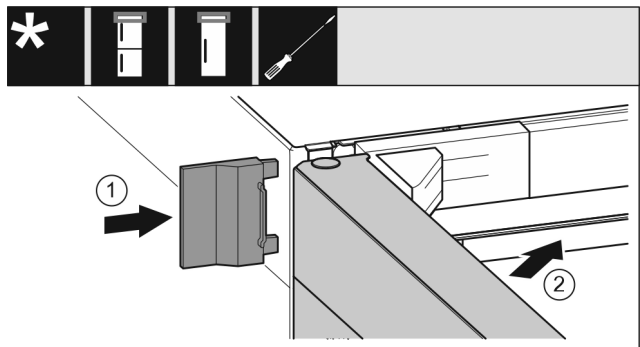

Fig. 22
- ▶ Užstumkite išorinę dengiamąją plokštelę. Fig. 22 (1)
- ▶ Uždarykite viršutines duris. Fig. 22 (2)